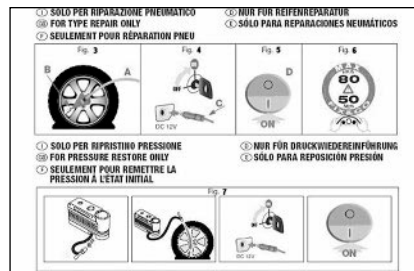

fig. 13
- ☐ un dépliant d'information (voir **fig. 13**), utilisé pour une utilisation correcte du kit de réparation rapide puis, remis au personnel qui doit manier le pneu traité avec le kit de réparation des pneus